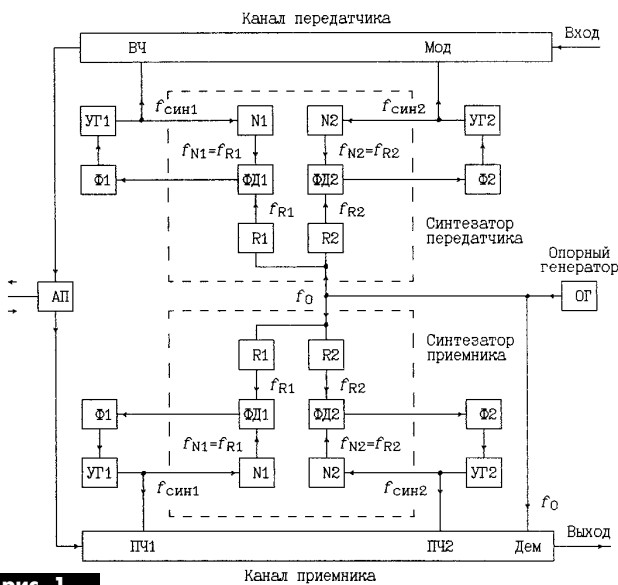

рис. 1
Синтезаторы частот (СЧ) – обязательная составная часть современных систем радиосвязи. СЧ используются в качестве источников опорной частоты для преобразователей, модуляторов и демодуляторов. На рис.1 показана типовая структурная схема приемопередатчика, в составе которого двухканальные синтезаторы в передающем и приемном каналах. В синтезаторах имеется воз-
**Система ФАПЧ.** Рассматриваемые СЧ строят на базе системы ФАПЧ (фазовой автоподстройки частоты) [1–4]. Система ФАПЧ в общем случае содержит фазовый детектор ФД (на рис.1 – ФД1, ФД2), фильтр Ф (Ф1, Ф2) и управляемый генератор УГ (УГ1, УГ2), замкнутые в петле отрицательной обратной связи. Система ФАПЧ, используемая для синтеза частот, дополнительно содержит делитель частоты N (N1, N2). Кроме того, на входе системы включен еще один делитель R (R1, R2). ФД, N и R являются частью микросхемы СЧ (на рис.1 обведены штриховой линией), а УГ и Ф, содержащие частотно-зависимые и габаритные элементы (конденсаторы, варакторы, элементы индуктивности), располагаются вне микросхемы. Входом СЧ является вход делителя R, на который поступает сигнал ОГ, а выходом – выход УГ [5].